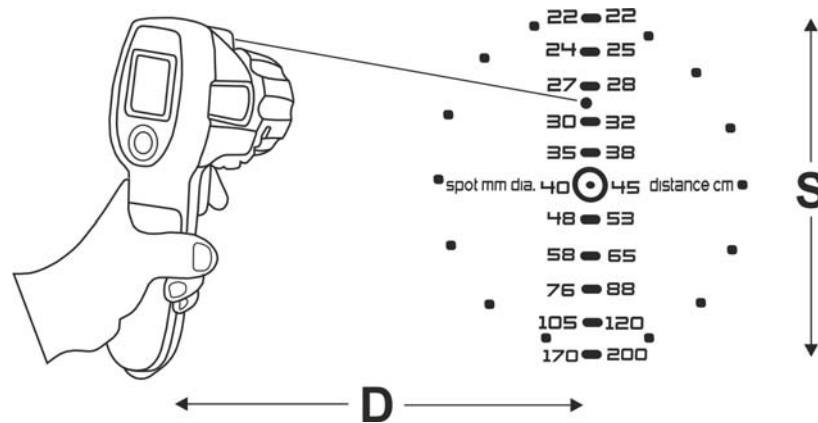

Fig. 16: Définition du rapport Distance / Point
5. Mettre l'appareil plus ou moins loin de la cible, en faisant attention à la baisse ou l'augmentation qui peut être détecté selon la valeur numérique de référence indiquée sur le côté de l'appareil (voir Fig. 16).